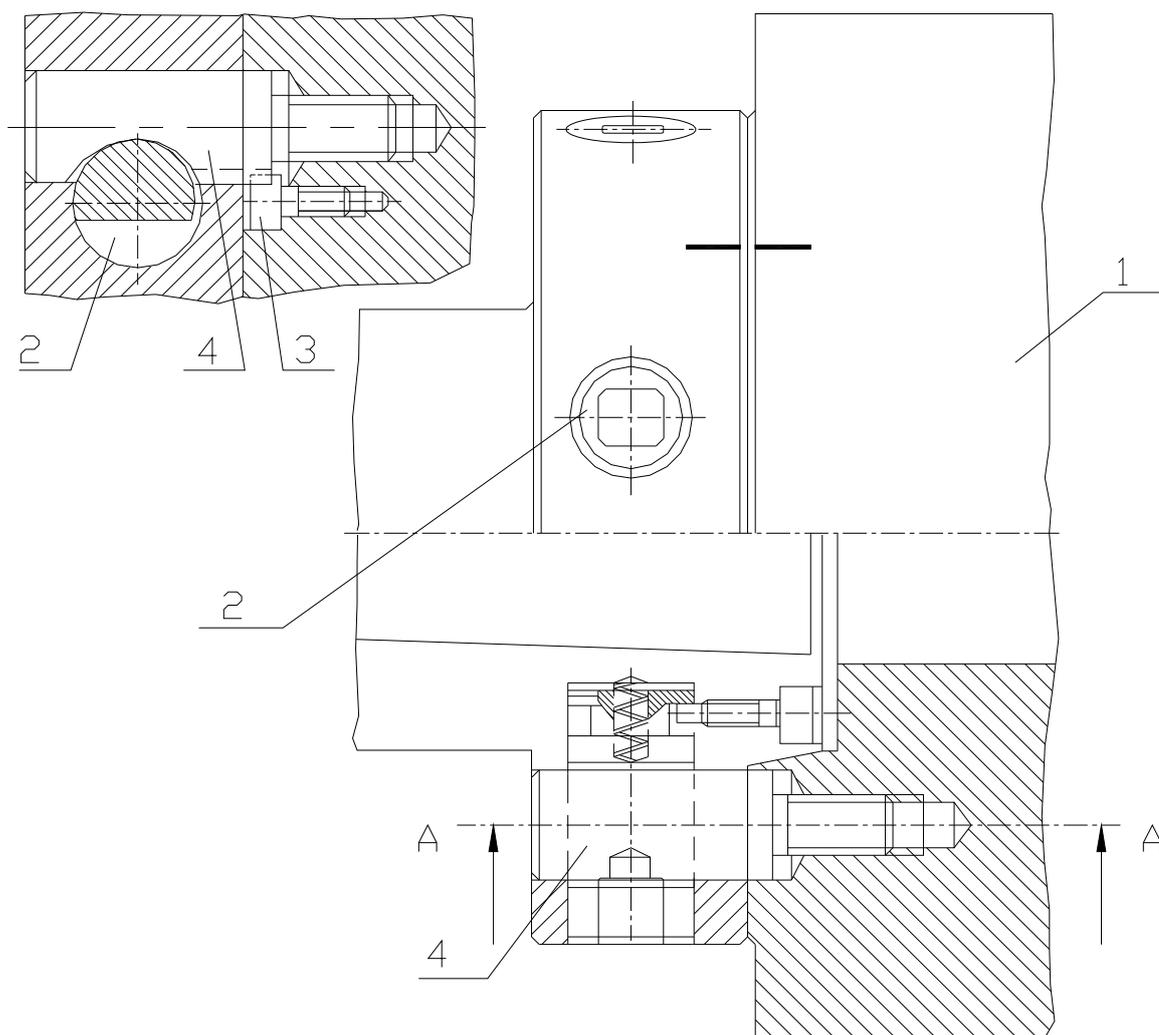

Рис. 4-12
4.8.2 УСТАНОВКА ЗАЖИМНОГО УСТРОЙСТВА НА ПЕРЕДНИЙ КРАЙ ШПИНДЕЛЯ СОГЛАСНО USAS B-5.9-D1/ISO702-II (CAMLOCK), рис.4-12.